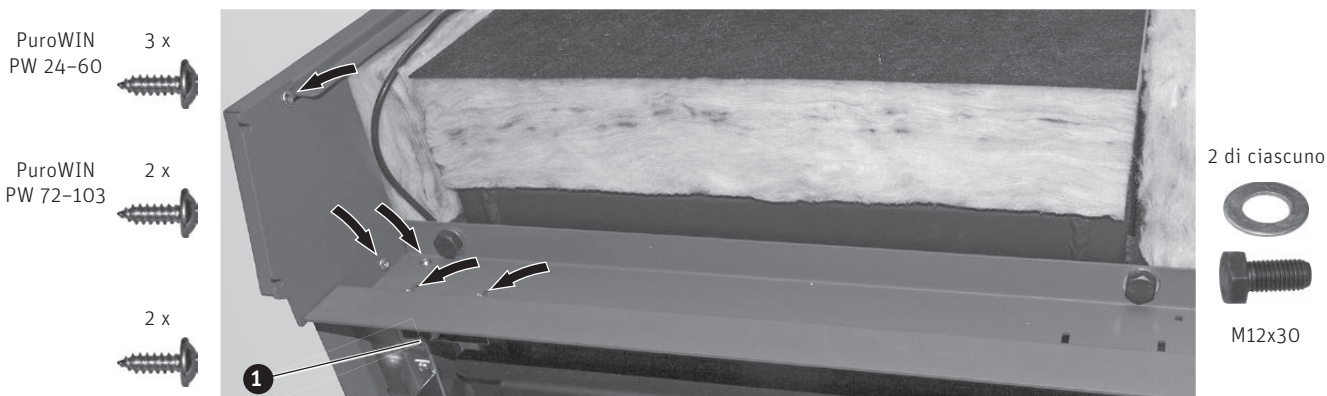

Fig. 42 Montare l'elemento di collegamento superiore e l'interruttore di sicurezza porta (illustrazione PuroWIN PW 24-60)
- ▶ Fissare l'elemento di collegamento superiore alla caldaia, dapprima solo a mano, con 2 rondelle e 2 viti a testa esagonale M12x30; una volta montate tutte le parti del rivestimento e aggiustato il rivestimento (dimensioni delle fessure), serrare le viti – Fig. 42.
- ▶ Avvitare l'elemento di collegamento superiore e la parete laterale sinistra con 2 viti autofilettanti – Fig. 42.
- ▶ **Solo su PuroWIN PW 24-60:** Montare l'interruttore di sicurezza porta con 2 viti autofilettanti sull'elemento di collegamento superiore, che va regolato una volta montata la porta di contenimento – Fig. 42.